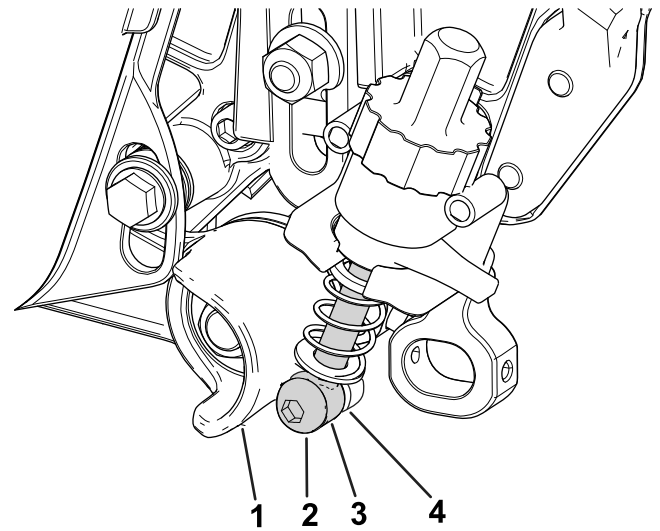

Figura 13
4. Alinee la varilla del conjunto del brazo del regulador junto al collar del regulador en el conjunto de la polea tensora y fíjela al collar con un perno de cuello largo y una arandela endurecida (Figura 13); apriete el perno de cuello largo a entre 16 y 22 N·m.